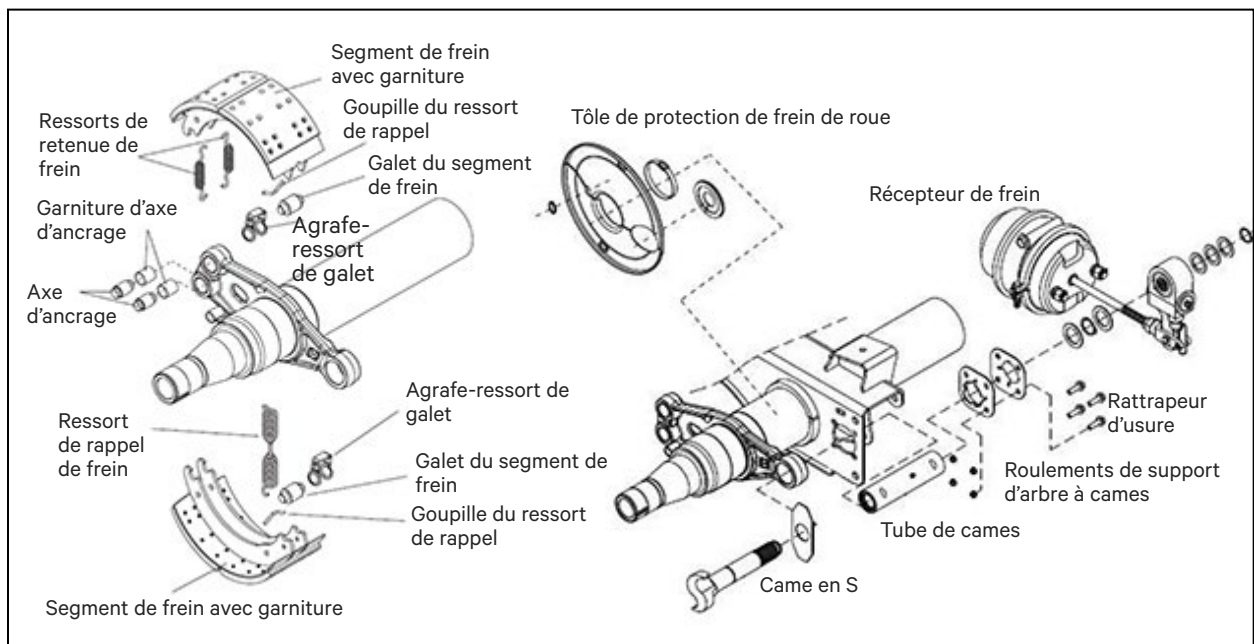

Figure 44 – Identification des composantes de frein type
La Figure 44 montre les principales composantes des freins de base du système à tambour. Ces composantes sont :
- i. tambour de frein (absent de la Figure 44);